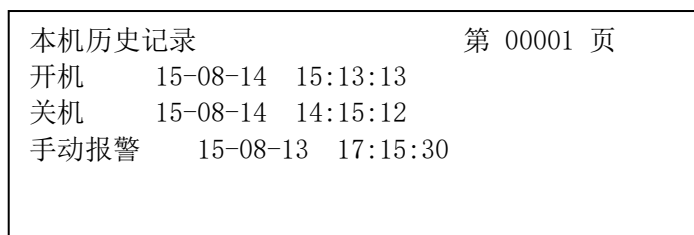

图5-23
- ◆ 按“功能”键进入选项菜单，按【↑】【↓】键进入查询菜单，按【←】【→】键进行翻页，按‘9’进入本机历史查询界面（图5-23）。